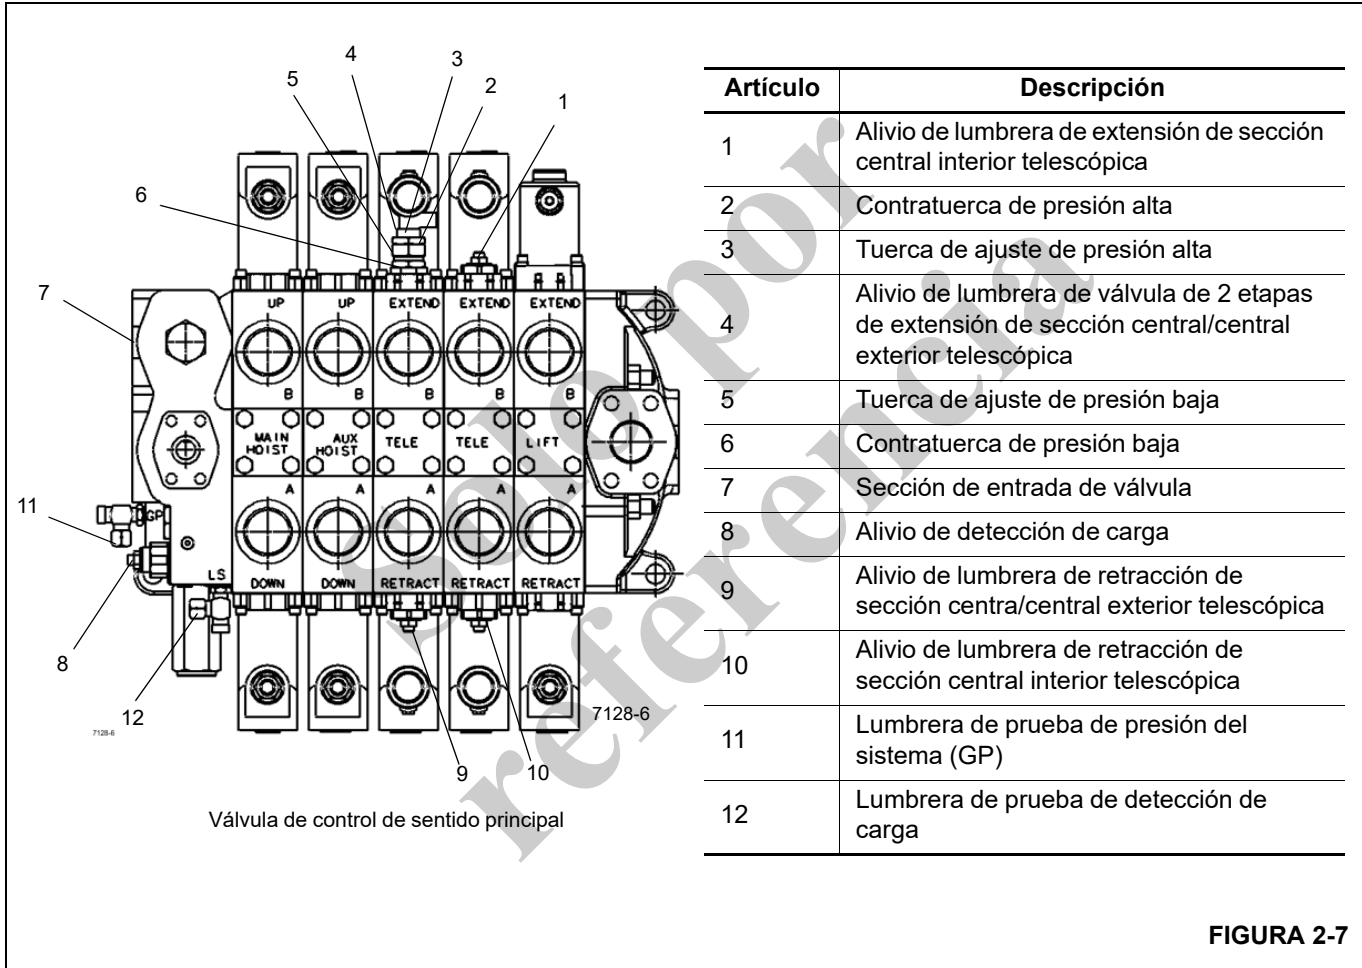

FIGURA 2-7
NOTA: Los procedimientos A al M del texto siguiente corresponden a la Figura 2-7 a la Figura 2-17.
1. Quite la tapa e instale un manómetro en la lumbrera de manómetro del sistema de válvula de control de sentido principal (Figura 2-7).
5. En la cabina, coloque los interruptores de modo de la pluma ubicados en el apoyabrazos derecho en las posiciones “Manual” y “CM”. Con el motor funcionando a aceleración máxima, extienda el telescopio o desconecte y tape las mangueras y ajuste el alivio de la lumbrera “B” de la válvula de dos etapas de la sección central/central exterior telescópica, (vea la Figura 2-7), en la válvula de control de sentido principal a 2500 ± 50 psi (17.2 ± 0.4 MPa). Si se requiere el ajuste, suelte la contratuerca de presión baja y después gire la tuerca de ajuste de presión baja hasta alcanzar el valor de alivio y apriete la contratuerca. Con las mangueras todavía tapadas y con los interruptores de modo de la pluma colocados en las posiciones “Manual” y “CM”, continúe con el paso 6.
1. Retire la tapa e instale un manómetro en la lumbrera de prueba GP de la válvula de control de sentido principal (Figura 2-7).
1. Retire la tapa e instale un manómetro en la lumbrera de prueba de alivio de detección de carga de la válvula de control de sentido principal (Figura 2-7).